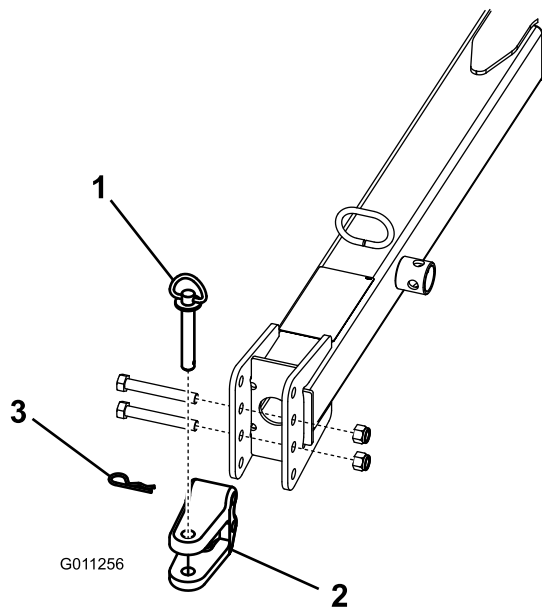

Figura 9
- Retire los pernos y las contratruercas que fijan la horquilla del enganche (Figura 9) al enganche.